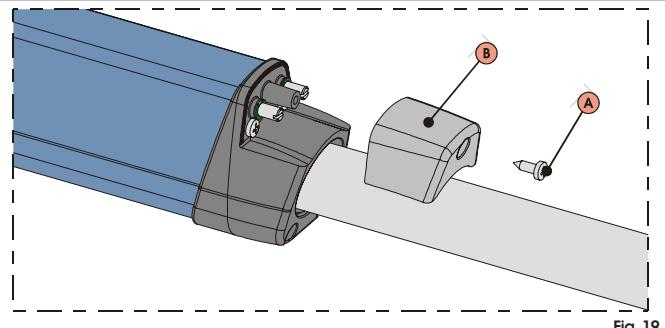

Fig. 19
- 1) Draai de bovenste bevestigingschroef, fig. 19 ref. A, los en haal het dekseltje weg, fig. 19 ref. B.
- 5) Plaats het dekseltje, fig. 19 ref. B, weer en span de bevestigingschroef, fig. 19 ref. A, opnieuw.